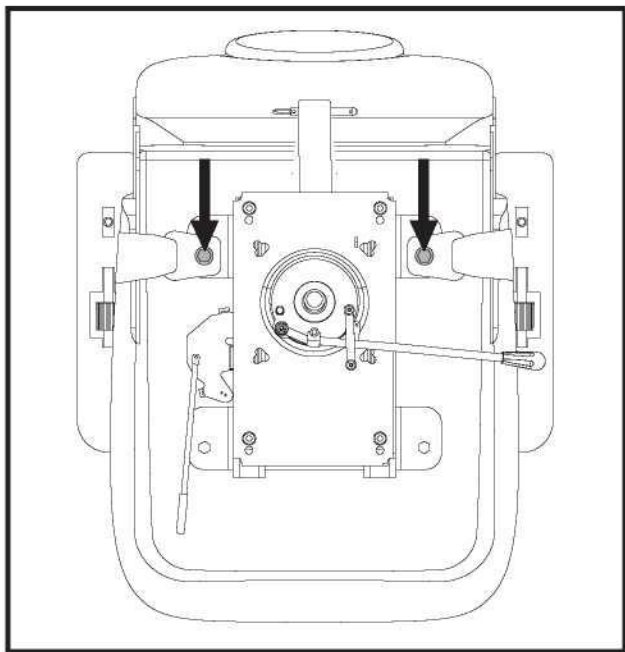

Figure 16. Boulons du ceinture de positionnement
2. Placez le siège à l'envers pour faire face à sa base. **Voir la figure 16.**